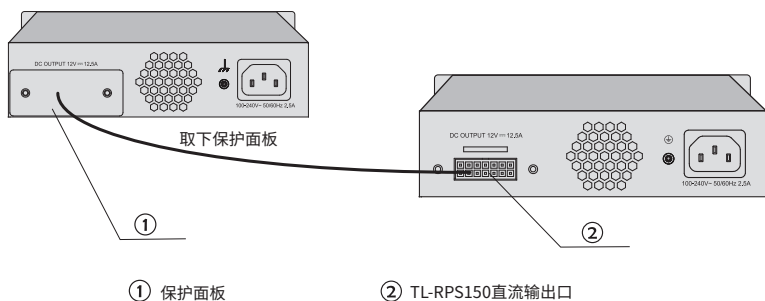

图3-2 取下保护面板
2. 用十字螺丝刀按逆时针方向拧开交换机和TL-RPS150输入接口上的保护面板两侧的螺钉，取下保护面板，如图3-2所示。